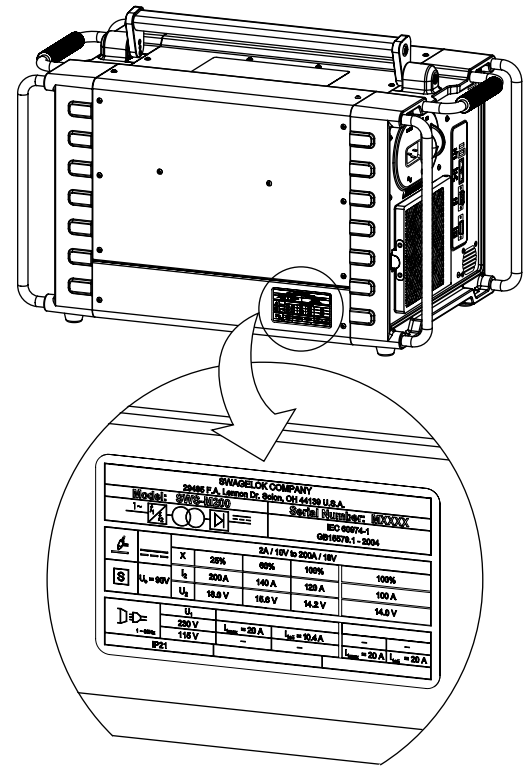

图 5 – M200 电源额定值标签
3. 将 M200 电源背面额定值标签上的型号和序列号 (图 5), 以及交付日期记录在第 17 页上的 M200 电源质量保证信息表和注册信息表上。将质量保证信息表发给授权世伟洛克经销商, 以启动质量保证。
务。请花一点时间填写下列信息。型号和序号请参见 M200 电源背面上的额定值标签(图 5)。